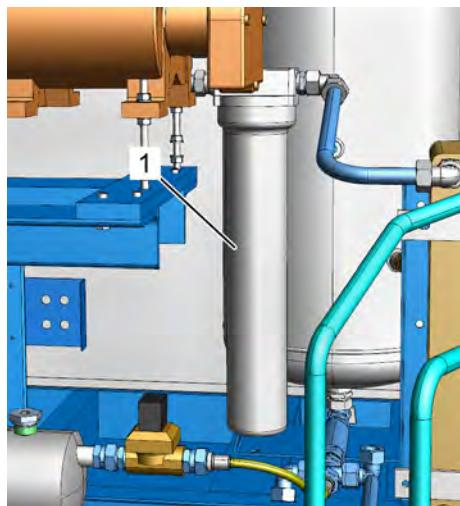

Рис. 45: Чашка фильтра
8. ➤ Подготовьте приемную емкость, отвинтите чашку фильтра тонкой очистки (Рис. 45/1) и спустите воду.